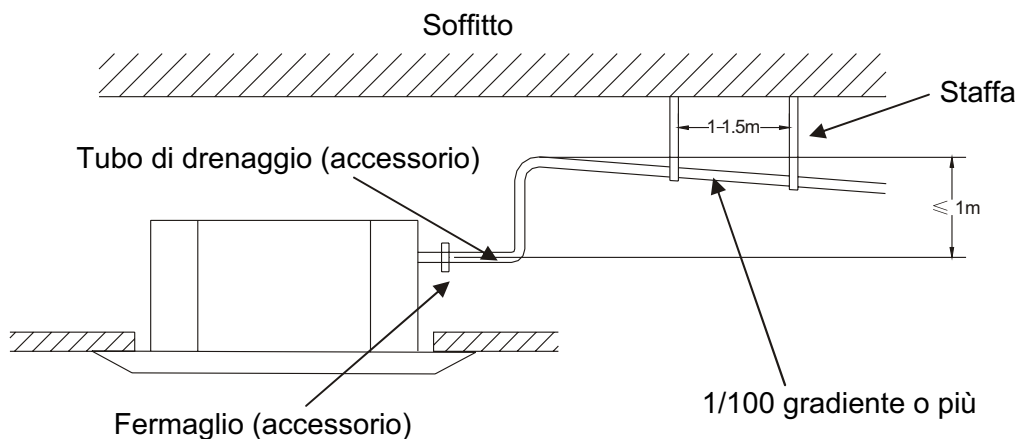

Fig.13
1. Non sollevare il tubo di drenaggio di più di 1 m per evitare il rischio di eventuali fuoriuscite d'acqua. (Fig.13)
2. Assicurare una pendenza del tubo di drenaggio (non meno di 1/100) e che l'acqua non resti intrappolata (Fig.13).
3. Per sostenere il tubo di drenaggio, intervallare supporti ogni 1-1,5 m (Fig.13)